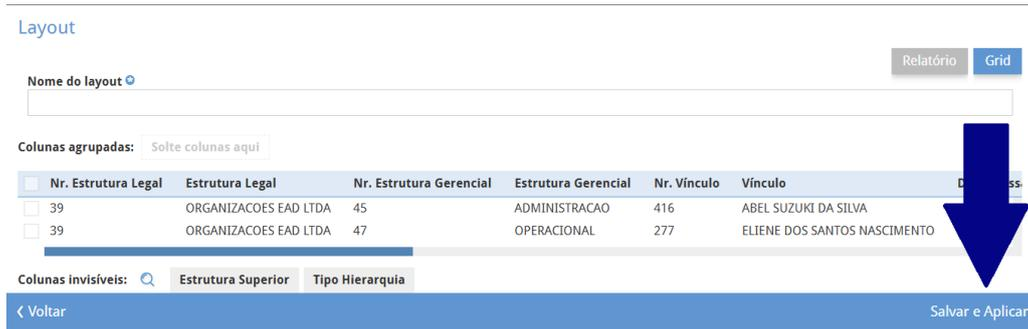

Figura 148: Salvar e Aplicar
10. Após finalizar a configuração do relatório, clique no botão **Salvar e Aplicar** (Figura 148) para armazenar as definições.